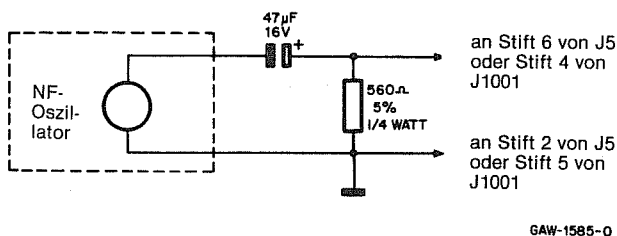

Abbildung 22
(2) An die Mikrofonbuchse wird ein NF-Generator angeschlossen, wie in Abbildung 22 gezeigt. Der Generator soll eine Tonfrequenz von 1000Hz bei einer Amplitude von 800mV eff. abgeben.
(3) Die Modulationssteller R627 (Data Mod), R302 (VCO MOD) und R305 (REF MOD) an den linken Anschlag drehen.
(4) Durch kurzes Drücken der Sprechstaste Kanal 1 wählen. Sicherstellen, daß Betriebsart 1 gewählt ist.
(5) Den Sender tasten und mit R302 (VCO MOD) den entsprechenden Hub für +2,2kHz einstellen. Bei asymmetrischem Hub ist nur die höhere Anzeige zu berücksichtigen.
(6) Den Generator auf 300Hz justieren. Der Ausgangspegel bleibt auf 800mV eff. eingestellt.
(7) Der Oszillograph muß an den Demodulator-Ausgang des Hubmessers angeschlossen sein. Dieser Ausgang darf keine De-emphasis aufweisen und muß gleichstromgekoppelt sein (Wechselspannungskopplung ist erlaubt, wenn die Eckfrequenz maximal 2Hz beträgt). Den Sender tasten und das demodulierte Signal am Oszillographen beobachten. Mit Hilfe des Reglers R305 (REF MOD) ein möglichst flaches Rechtecksignal mit minimaler Neigung einstellen.
(8) Am NF-Generator wieder eine Tonfrequenz von 1kHz bei einer Amplitude von 800mV eff. einstellen und Schritt 5 wiederholen.
(9) Mit dem HUB die Betriebsart 3 einstellen.
(10) Das Gerät abgleichen. Mit R835 einen Datenhub von 1,5kHz einstellen.